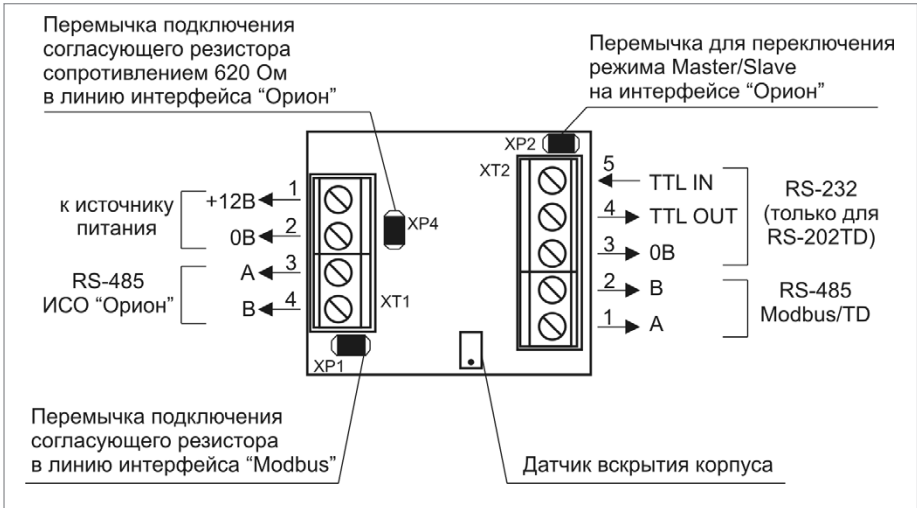
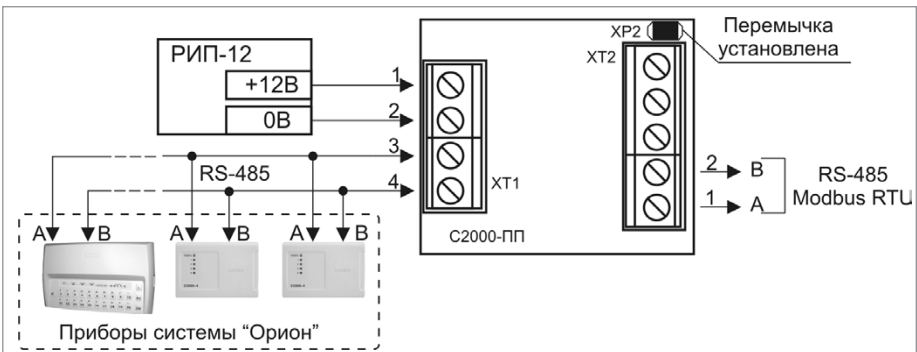
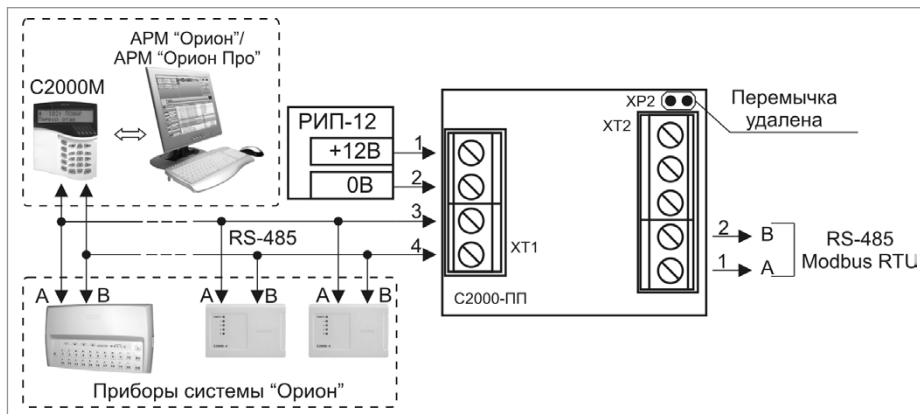

Рисунок 3. Назначение клемм и перемычек преобразователя «С2000-ПП»
Рисунок 4. Подключение преобразователя «С2000-ПП» в режиме «Орион-Master»
Рисунок 5. Подключение преобразователя «С2000-ПП» в режиме «Орион-Slave»
1.3. Подключите преобразователь в соответствии с проектной документацией и схемой на Рисунок 4 и Рисунок 5 (схема подключения зависит от режима работы преобразователя). На схеме Рисунок 3 показана плата преобразователя и приведено назначение клемм и перемычек.
Подключите к клеммам XT2.1 и XT2.2 преобразователя линии A и B интерфейса RS-485 «Modbus RTU» (Рисунок 4 и Рисунок 5), если это указано в проектной документации.
Если преобразователь не является первым или последним в линии интерфейса RS-485 «Modbus RTU», удалите перемычку с разъема XP1 (см. Рисунок 3).